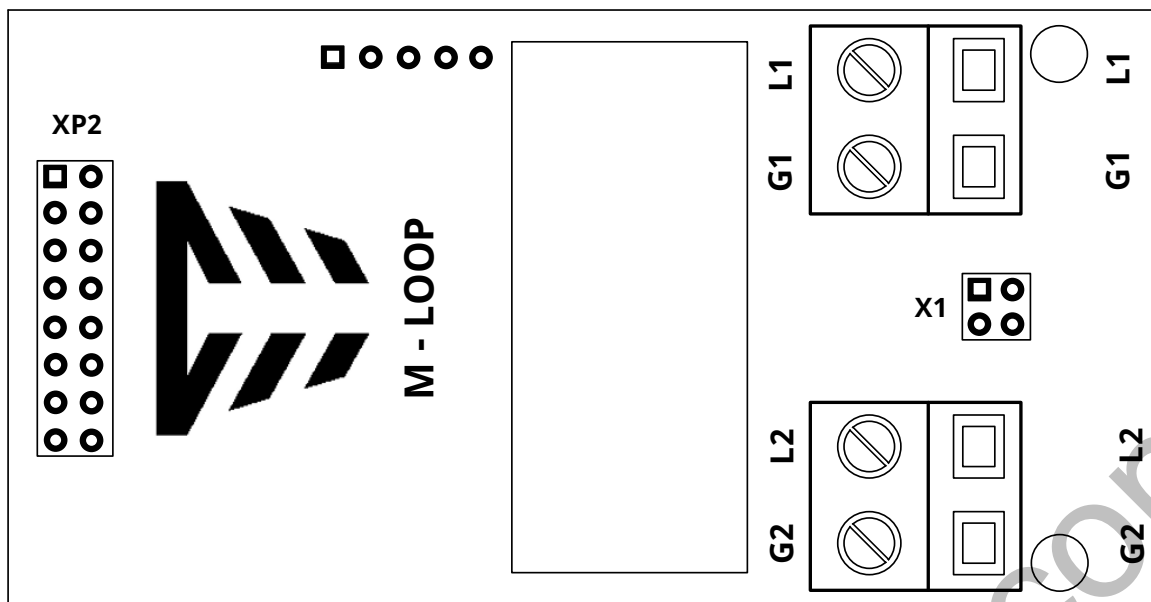

Рисунок 1 – Зовнішній вигляд модуля
Модуль призначений для збільшення адресних інтерфейсів СПСА та встановлюється на плату AM-Multi+ (пристрій вводу-виводу, що працює в СПСА на базі ППКП «Tiras PRIME A»). Зовнішній вигляд модулю наведено на рис.1.
4.1 Перелік входів, виходів та їх функцій наведений в табл. 1. Розташування клем модуля показане на рис.1.